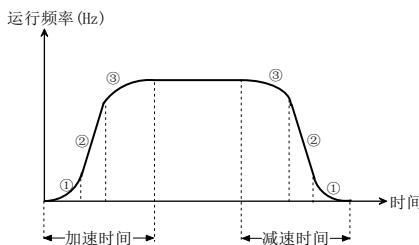

图 5-1-6 S 曲线加减速
S 曲线起始段时间如图 5-1-6 中①所示，这里输出频率变化的斜率从 0 逐渐递增。
S 曲线上升段时间如图 5-1-6 中②所示，这里输出频率变化的斜率恒定。
S 曲线结束段时间如图 5-1-6 中③所示，这里输出频率变化的斜率逐渐递减到 0。